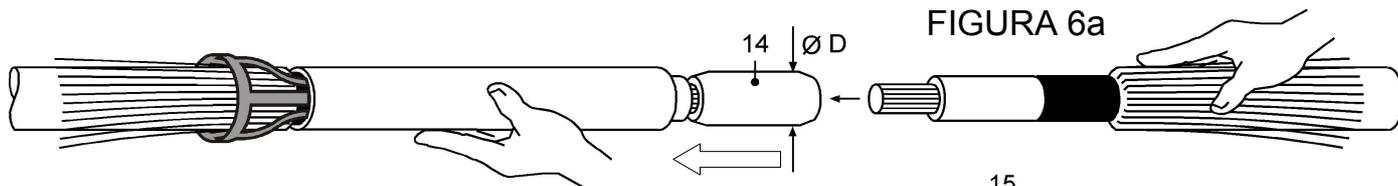

FIGURA 6a
6 – Tirar a FITA ISOLANTE (7) de proteção da ponta do condutor. Introduzir a LUVA DE EMENDA (14) centralizando-a entre os dois condutores a serem emendados e prosseguir com a prensagem. Ver FIGURA 6A. Seguir rigorosamente as instruções do dispositivo para montagem da LUVA DE EMENDA (14). Eliminar eventuais rebarbas.
- A última camada de FITA AUTO-FUSÃO SEMI-CONDUTORA (15) sobre a LUVA DE EMENDA (14) deve ser no sentido indicado pela seta da FIGURA 6a.